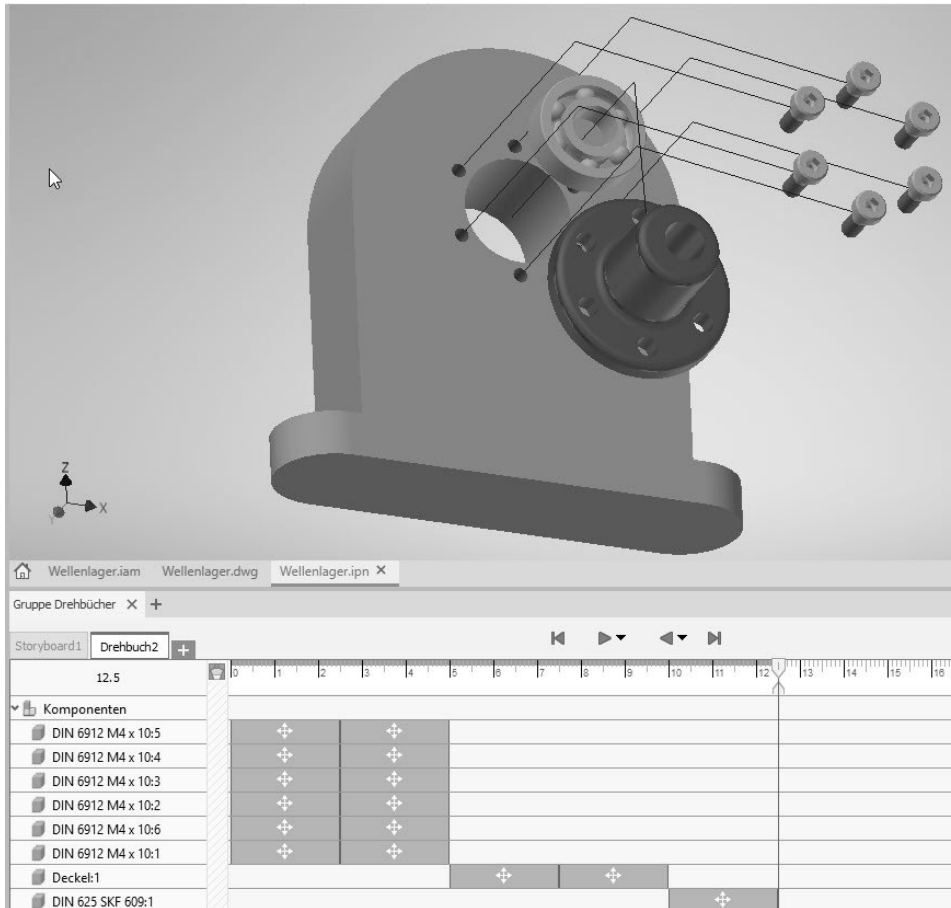
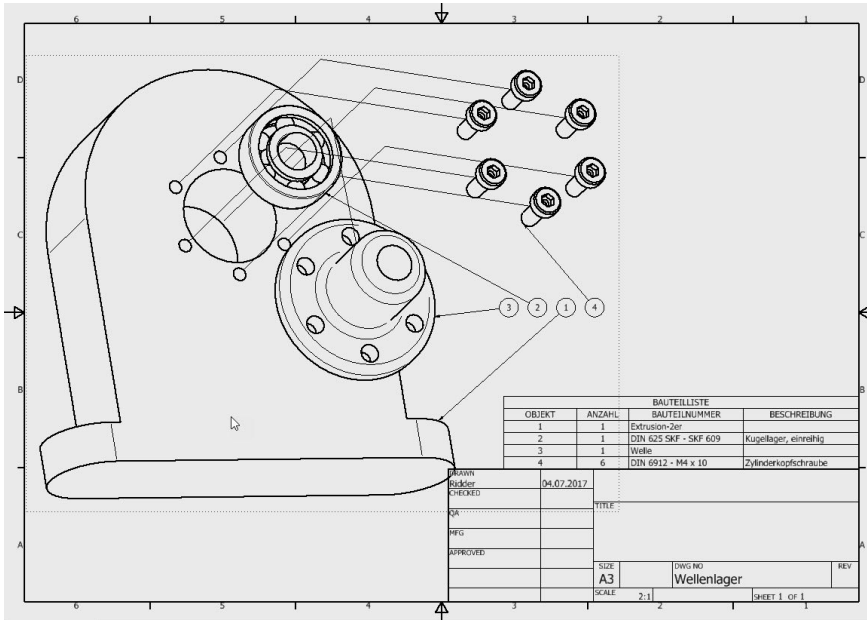

Abb. 1.5: Präsentation mit Animationspfaden und Drehbuch (unten)
Abb. 1.6: Zeichnung der Explosionsansicht mit Positionsnummern und Stückliste
4. Die Explosionsdarstellung entsteht in einer \*.ipn-Datei. Die Endung steht für »Inventor-PresentationN«, kurz IPN (Abbildung 1.5). Auch aus einer Präsentation kann eine Zeichnung erstellt werden (Abbildung 1.6).